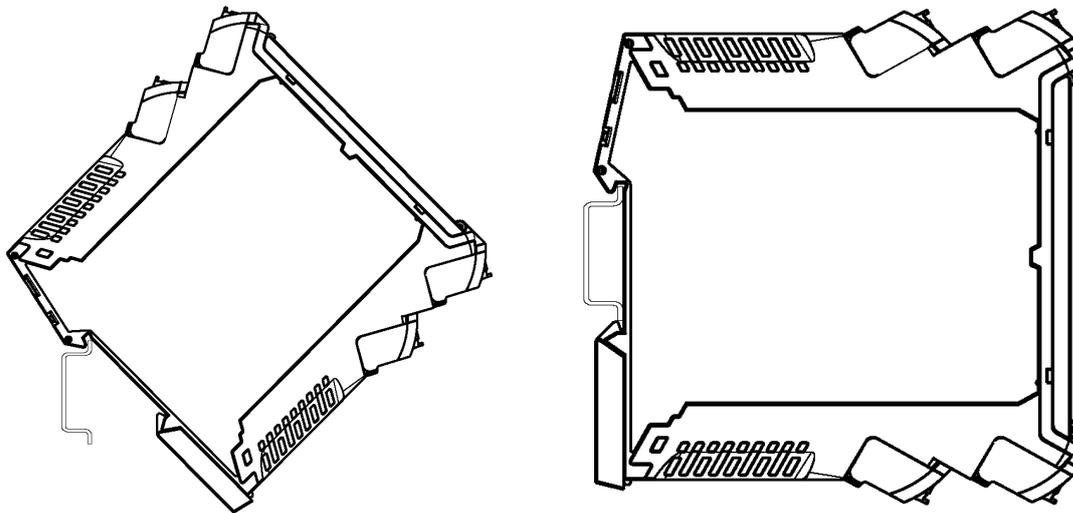

Рисунок 13. Монтаж ПИ
2.2.7 Прибор закрепляется на направляющих при помощи клипс на лапу крепления с пружинной фиксацией, его можно снять, отпустив пружину на ребре прибора рядом с монтажной рейкой (рис. 13).